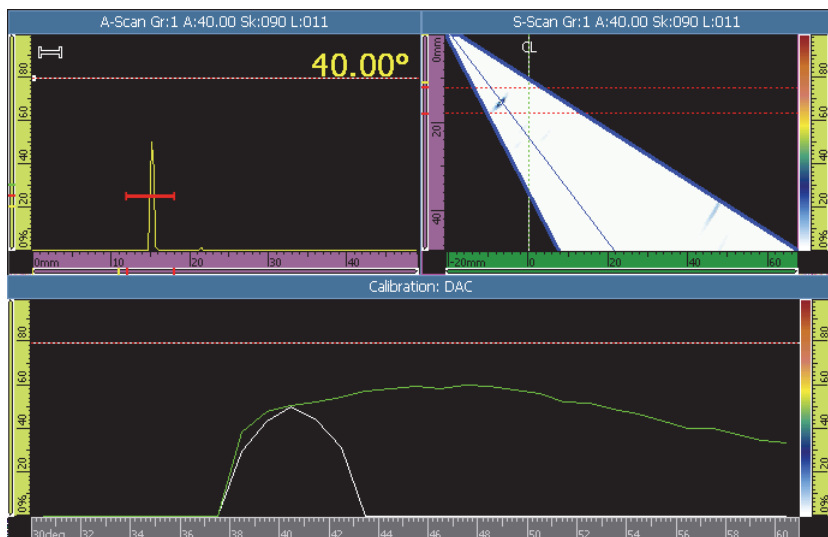

Рис. 5-19 Установите строб А на Эхо-сигнал для группы ФР
- a) В кнопках **Начало** и **Ширина** введите значение начала и ширины строба А. Сигнал от первого отражателя должен пересекать строб в середине, и ширина строба должна быть достаточной, чтобы сигнал находился в нем полностью (см. область просмотра **А-скана** на Рис. 5-19 на стр. 141).
- b) Настройте значение **Порог** таким образом, чтобы сигнал пересекал строб на каждой апертуре, как показано на просмотре **Калибровка: Область просмотра DAC** на Рис. 5-19 на стр. 141.